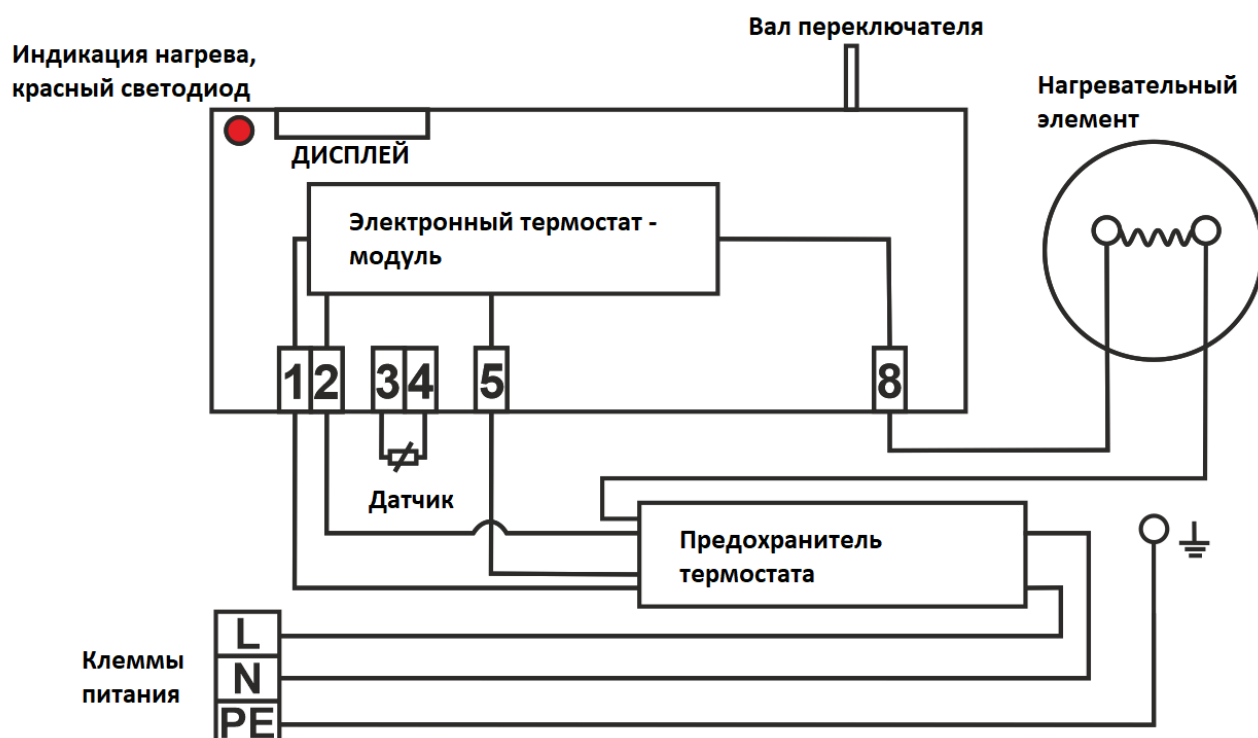

Рисунок 8
Подключение выполните согласно схеме. Подключение, выполненное на заводе, запрещено менять! (Рисунок 8). Степень защиты электрических компонентов водонагревателя - IP 44. Потребляемая мощность электрического нагревательного элемента 2000 Вт (ОКНЕ ONE/E 50-120), 1100 Вт (ОКНЕ ONE/E 30).
- Схема эл. подключения прилагается к водонагревателю на крышке электропроводки (Рисунок 8).